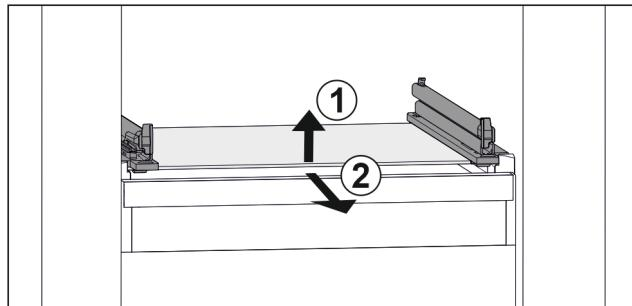

Fig. 63 Приближене відображення скляної пластини
- Підняти скляну пластину спереду. Fig. 63 (1)
- Вийняти скляну пластину рухом вперед. Fig. 63 (2)